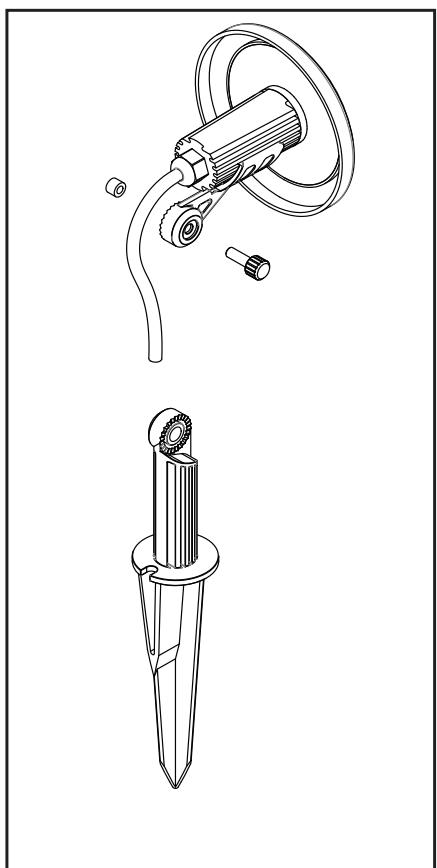

Figura 1. Ensamble de accesorio
1. Ensamble el accesorio como se muestra en la figura 1.